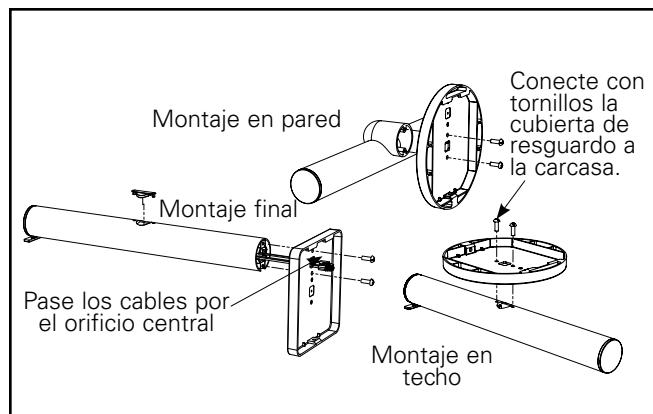

Figura 4.
8. Monte la cubierta de resguardo en la carcasa siguiendo los pasos adecuados (Ver Figura 4).